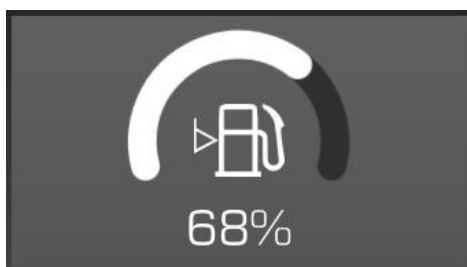

Рисунок 3.57. Уровень топлива в баке
- ▶ Считать показания с дисплейного модуля о количестве топлива, находящегося в баке, рис. 3.57.